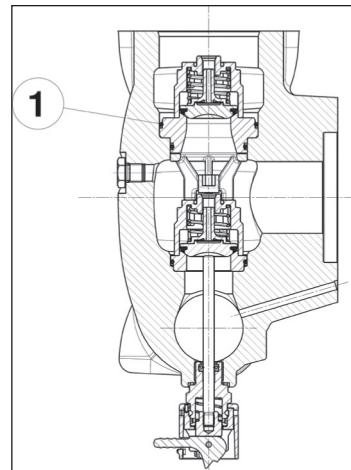

Fig. 111
Introducir con atención la junta tórica indicada en la pos. ①, Fig. 111.